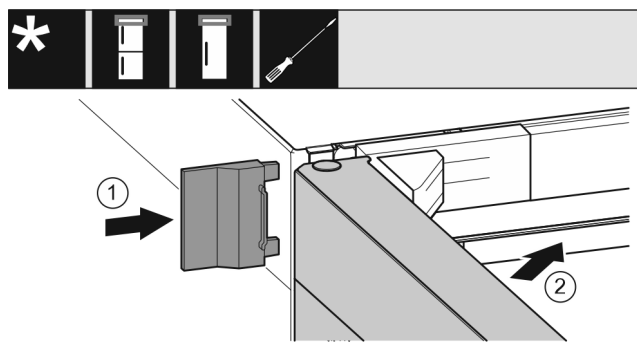

Fig. 20
- ▶ 插入外盖。 Fig. 20 (1)
- ▶ 关闭冰箱上方门。 Fig. 20 (2)